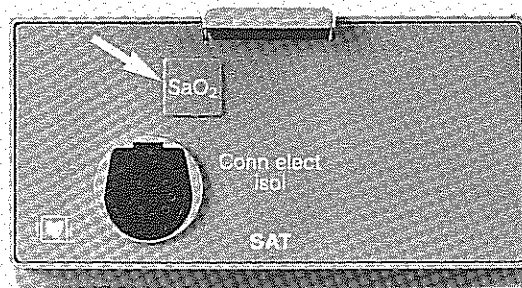

Bild 7
- * Rufen Sie das Signalbild mit der Taste SaO₂ auf (Bild 7)